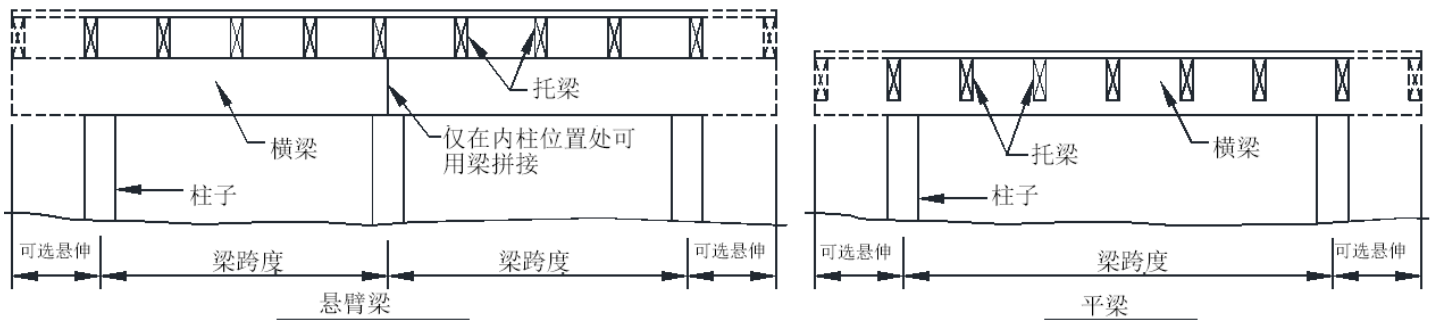

图 13: 横梁类型
- 悬臂梁上方有托梁；平梁有托梁，其两侧有吊架；请参阅图 5 至 9 和图 13。
- 横梁跨长度，如图 13 所示，是在两个相邻柱子的中心线之间测量的，不包括横梁悬伸。
- 梁层允许有拼接。然而，拼接应位于内部柱连接处，如图 图 13 所示。